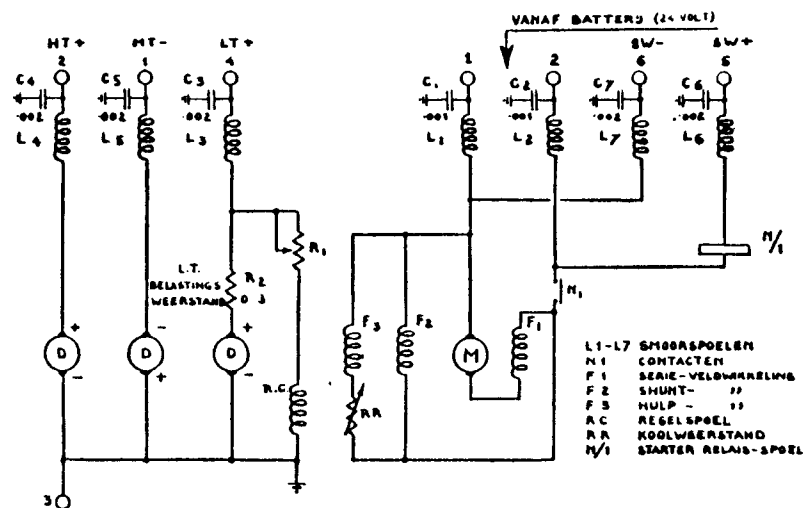

FIG. 15 VOEDINGS-UNIT BEDRADINGSCHEMA
1. De voeding van de TR 1143 wordt geleverd door een voedingsunit met een dynamotor werkende op de batterij (schakelschema zie fig. 15).
3. Deze beide units zijn identiek behalve de waarde van R1 (zie fig. 15).